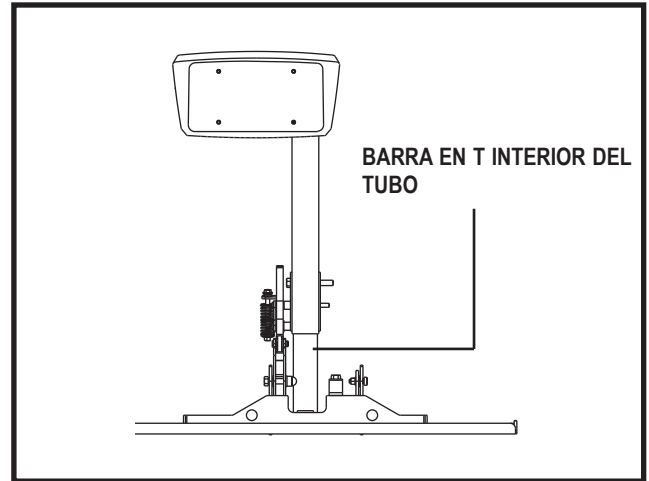

Figura 25. Mantenimiento de la estructura del elevador
- Limpie y lubrique el interior del tubo telescópico en T. Use únicamente una grasa de litio resistente a todo tipo de climas. **Ver figura 25.**